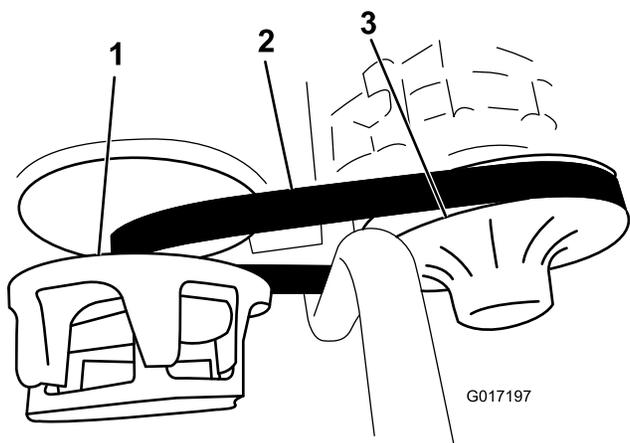

Рисунок 58
3. Проверните и осмотрите ремень на наличие признаков чрезмерного износа или повреждений (Рисунок 58).
3. Поверните и проложите ремень поверх вторичного сцепления (Рисунок 58).
4. Снимите ремень с главного сцепления (Рисунок 58).
5. Проложите новый ремень поверх главного сцепления (Рисунок 58).
6. Поверните и проложите ремень поверх вторичного сцепления (Рисунок 58).